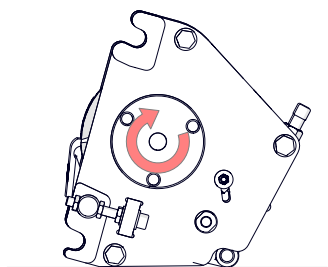

Fig. 16B – Rode o cilindro no sentido dos ponteiros do relógio
5. Utilizando uma chave de aperto manual ou uma aparafusadora, rode o cilindro no sentido dos ponteiros do relógio, para provocar uma ação de fricção com a lâmina de estilhamento (Fig. 16B). Este procedi-